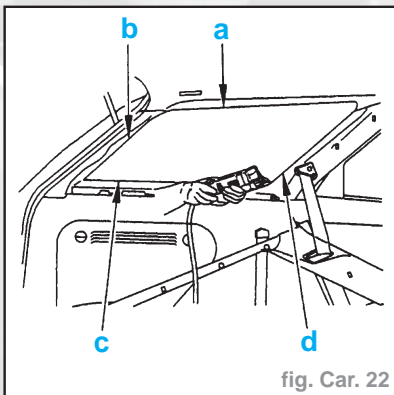

fig. Car. 22
- Équiper le couteau électrique (1) de la lame :
- (2) (pour le côté d) (fig. Car. 22)
- (3) (pour les côtés a, b, c) : régler la butée à une longueur de 26 mm